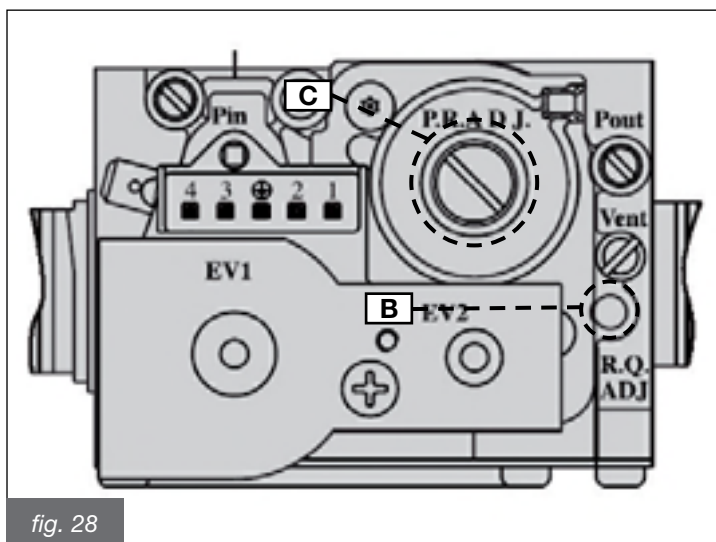

fig. 28
- Regolare il valore dell'anidride carbonica (CO2) nei fumi ruotando il regolatore di rapporto B (fig. 28) e assicurarsi che rientri nei limiti della tab. 16. Lasciare la caldaia in modalità spazzacamino e portarsi al passo successivo di regolazione alla potenza minima.
- Regolare il valore dell'anidride carbonica (CO2) nei fumi ruotando il regolatore di offset C (fig. 28) e assicurarsi che rientri nei limiti della tab. 16.